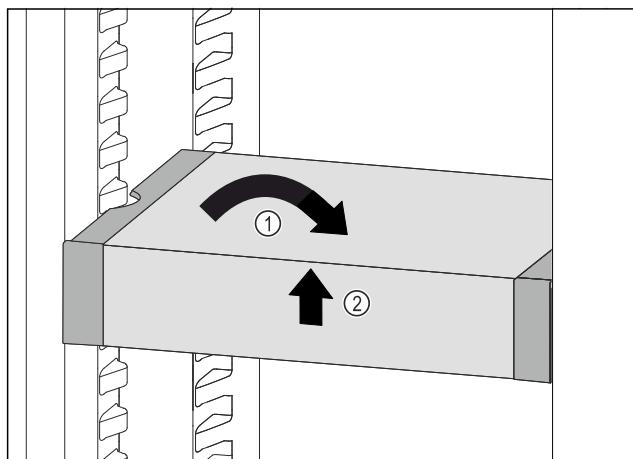

Fig. 108
- VarioSafe ustawić prosto. Fig. 108 (1)
- VarioSafe unieść z przodu. Fig. 108 (2)